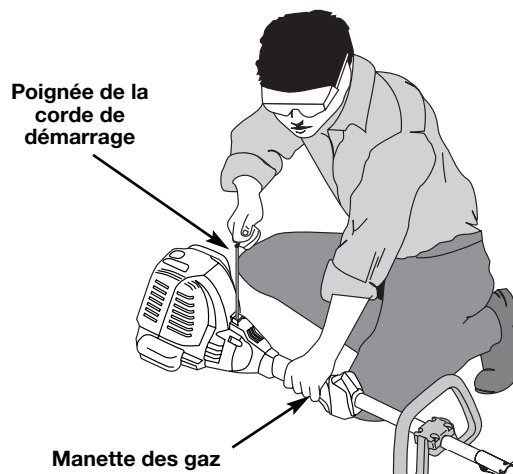

Fig. 8
6. Accroupissez-vous en position démarrage (Fig. 8). Appuyez sur le verrouillage des gaz et appuyez sur le levier de contrôle des gaz. Tirez vivement le lanceur à cinq reprises.